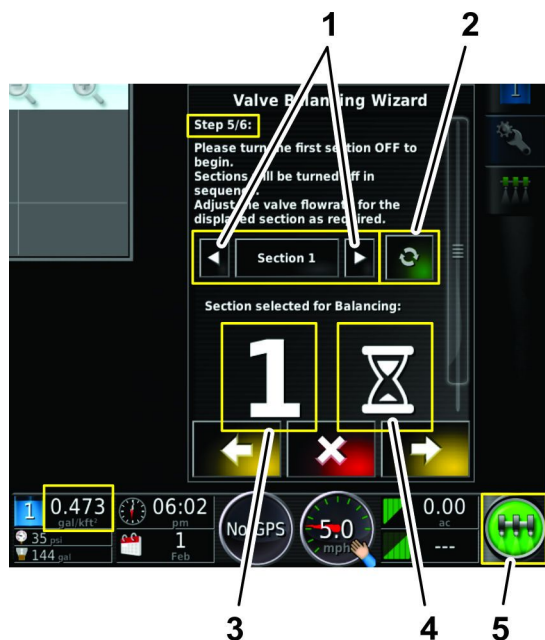

Bild 144
- Warten Sie, bis die GeoLink-Software die Durchflussmengenaktion verarbeitet hat (Bild 144).